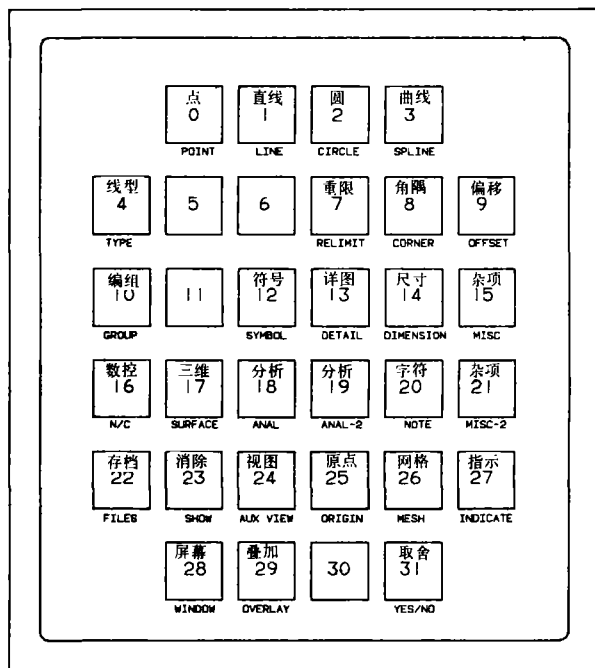

图3 功能键盘上的布局
- 1.功能 2.视图 3.比例 4.屏幕数据 5.错误指示
3.功能键盘: 代表很多子程序功能,一共有32个键。关于每一个键的功能见图3。